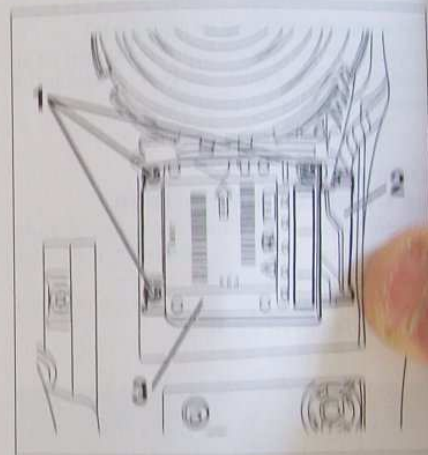

FIG. 12
- Déposer la console centrale et les 3 écrous (1) (fig. 12).
- Déposer le boîtier de commande (3).